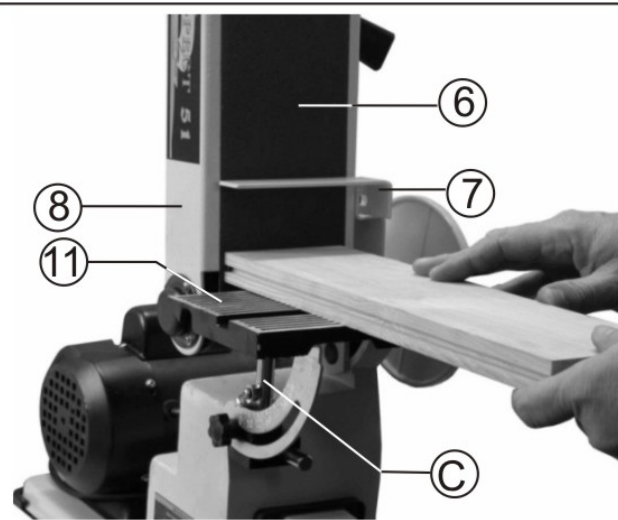

Рис.8
### 9.3. Перестановка рабочего стола (Рис.8)
Когда стол (8) (шлифовальной ленты) поднят, можно переместить рабочий стол (11) и установить его перед шлифовальной лентой (6). Выполните следующее: ослабьте фиксирующую гайку (13), выверните опорный вал (Ж), Рис.4, установите его в резьбовое отверстие корпуса перед шлифовальной лентой (6), как показано на Рис.8 и затяните фиксирующую гайку (13), как показано на Рис. 4. Установите рабочий стол (11) в нужную позицию, затем затяните фиксирующий болт рабочего стола (11) на опорном валу (Ж), оставив минимальный зазор между шлифовальной лентой (8) и боковой поверхностью рабочего стола (11).
Когда шлифовальная лента (6) расположена вертикально, деталь опирается на задний упор (7) или рабочий стол, Рис.8.